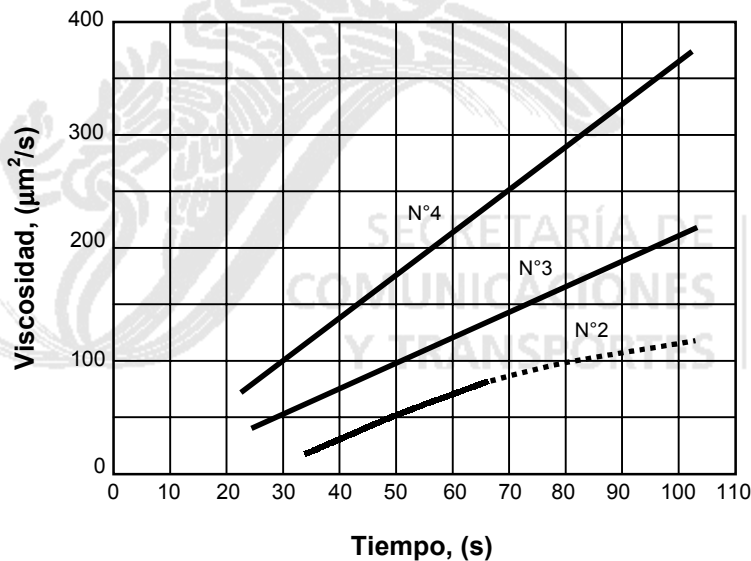

FIGURA 3.- Curvas de viscosidades aproximadas para copa Ford
- F.1.4.** Utilizando la Figura 3 de este Manual, se determina la diferencia en por ciento, del tiempo medido con la copa Ford y el del tiempo correspondiente al aceite de calibración estándar utilizado, de acuerdo con la Tabla 1, para aplicarla como porcentaje de corrección.